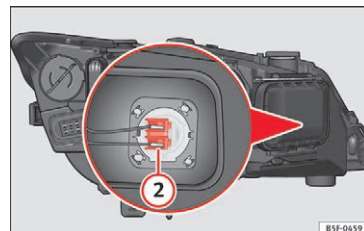

Fig. 108 Lygte til fjernlys
- Tryk stikket » **Fig. 108 ②** i siden mod venstre, og træk i den.